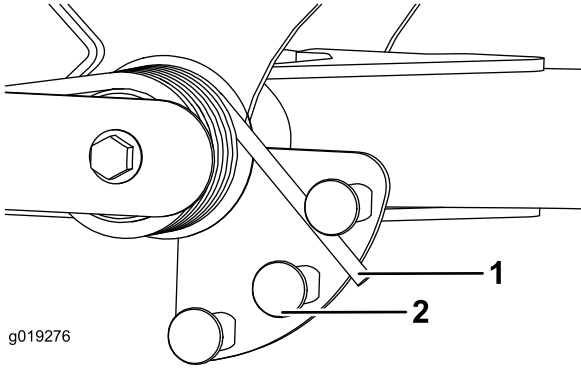

Figura 31
2. Inserite un tubo o un oggetto simile sull'estremità della molla lunga e giratelo attorno all'attuatore della molla nella posizione desiderata (Figura 31).